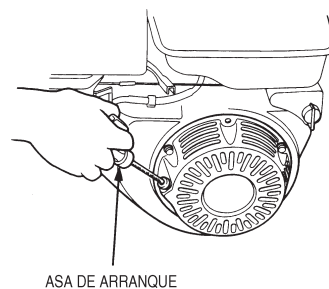

Figura 15. Asa de arranque
6. Jale el **asa de arranque** (Figura 15) suavemente hasta sentir resistencia, después jale más fuerte. La olla empezará a girar en este momento.